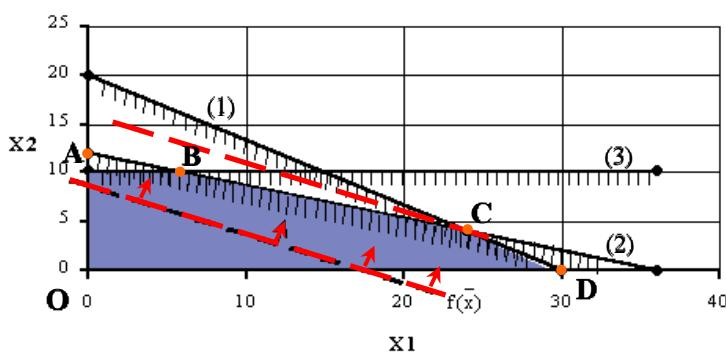

Рис. 1.1. Графічний розв'язок задачі ЛП за прикладом 1.1
2. Побудова прямих, які відповідають кожному із функціональних обмежень витрат робочого часу на виготовлення продукції на виробничих ділянках А, В, С відповідно (рис. 1.1).
Прямі на рис. 1.1 позначені:
3. Знаходження півплощин, які відповідають кожному з обмежень задачі. Штрихами на прямих (1), (2), (3) позначені напівплощини, що визначаються обмеженнями задачі.
- Область допустимих рішень включає в себе точки, для яких виконуються всі обмеження задачі. В даному випадку область являє собою п'ятикутник (на рис. 1.1 позначено ABCDO і виділено темним кольором).
- Пряма  $2x_1 + 4x_2$  (див. вираз (1.3)), що відповідає цільовій функції  $F(x)$ , на рис. 1.1 представлена пунктирною лінією.
- Обчислення координат точки С. Вона є точкою перетину прямих (1) і (2).